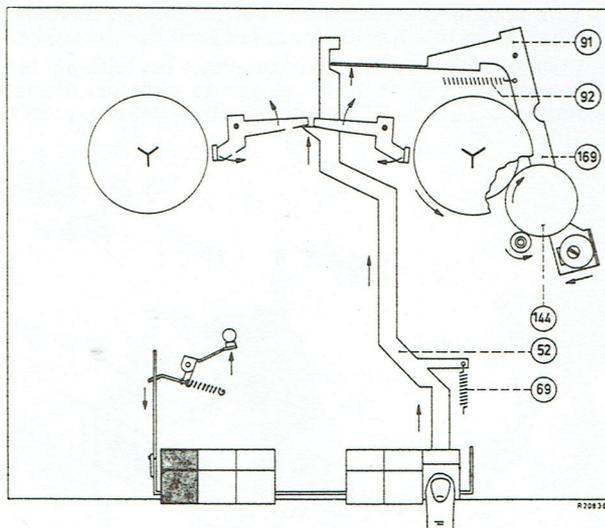

Fig. 9.
- les freins 56 et 68. Une encoche (fig. 9) pratiquée dans le frein 56, à l'endroit où appuie la tige 52, retarde le déblocage du frein 56. Ceci est réalisé dans le but d'éviter la formation de boucles lors du départ et de l'arrêt du bobinage rapide.